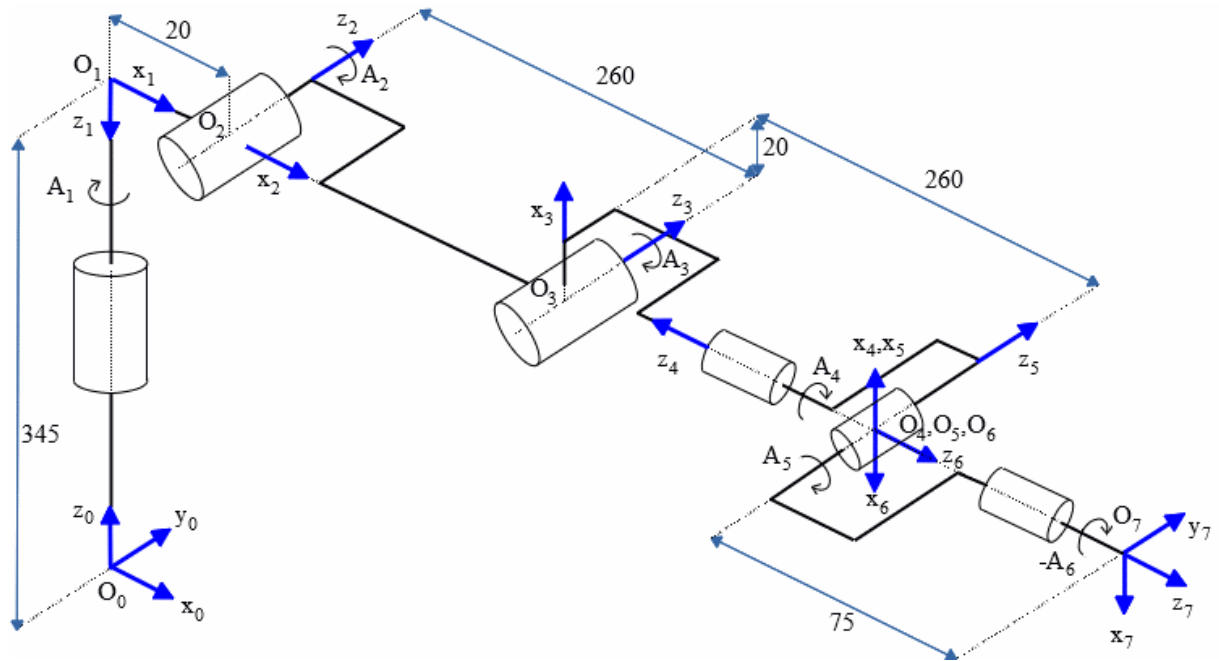

Figure 4 : représentation des repères associés aux corps du robot, les distances sont en mm.
- 2) Etablir l'équation exprimant le vecteur $\overrightarrow{O_0 O_T}$ dans R_0 en fonction des matrices de transformation homogène $T_{0,7}$ et $T_{7,T}$, lesquelles correspondent respectivement au modèle géométrique direct (MGD) du robot (voir la figure 4, le repère R_0 est fixé au socle du robot, le repère R_7 est celui associé à la flasque du robot) et à son outil.